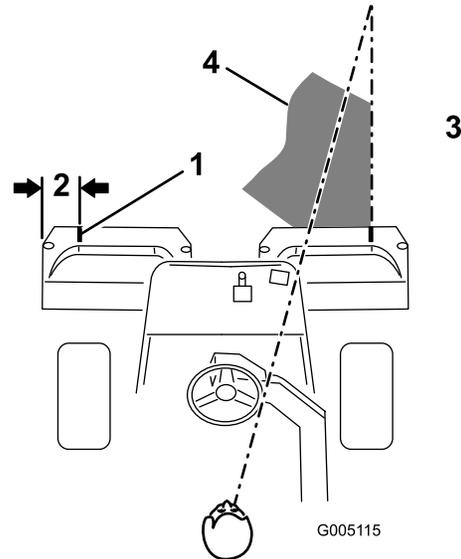
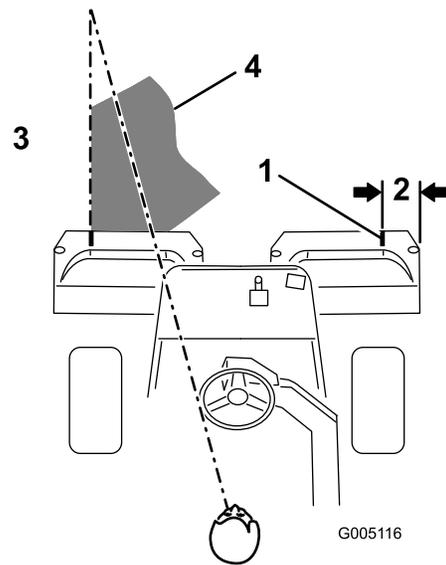

Figura 29
Figura 30
- Applicate una striscia adesiva bianca, oppure tracciate una linea con della vernice bianca, su ciascun cestello, parallela al bordo esterno del cestello stesso (Figura 29).
3. Durante le passate di ritorno sovrapponetevi uno spazio minimo alla falciatura precedente. Per tosare in linea retta il green e mantenere la macchina alla medesima distanza dal bordo della falciatura precedente, immaginate una linea compresa tra 1,8 e 3 m circa davanti alla macchina e fino al bordo della sezione di green da tosare (Figura 29 e Figura 30). Potrebbe essere utile includere nella linea di collimazione il bordo esterno del volante, vale a dire, tenere allineato il bordo del volante con un punto che si trovi sempre alla stessa distanza dalla parte anteriore della macchina (Figura 29 e Figura 30).